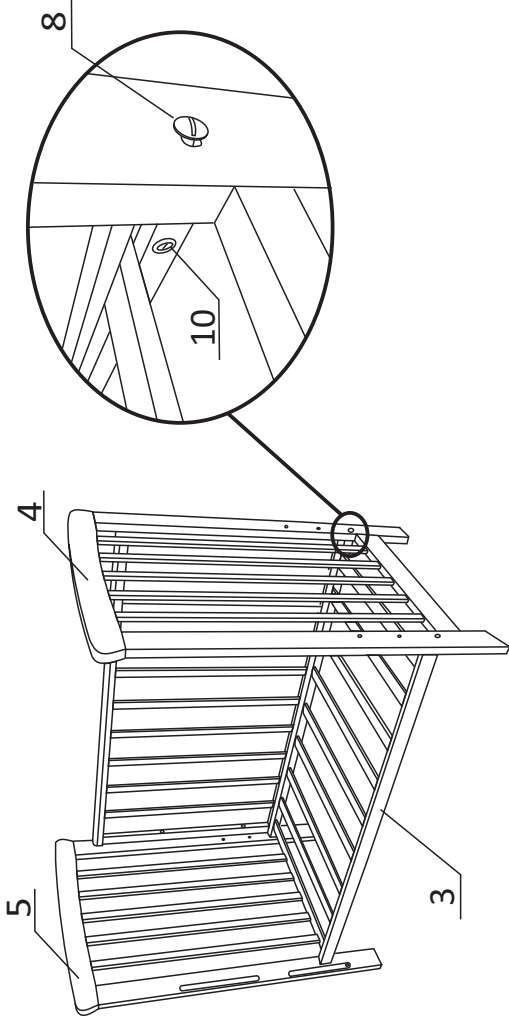

Рисунок 2.
3. **Установка дна.** Дно кровати(3) имеет возможность установки в трех положениях по высоте от пола. Установить дно в нужном положении на 4 винта (8) и гайку бочонок(10) (см. рисунок 2).